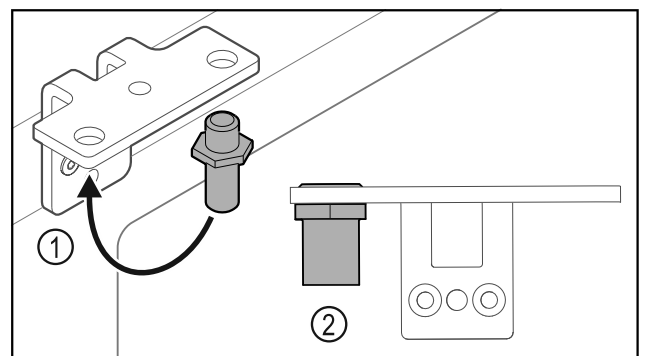

Fig. 25
- Aseta saranakulman pultti Fig. 25 (1) toiseen paikkaan.
- Kiristä pultti Fig. 25 (2) **vääntömomentilla 12 Nm**.